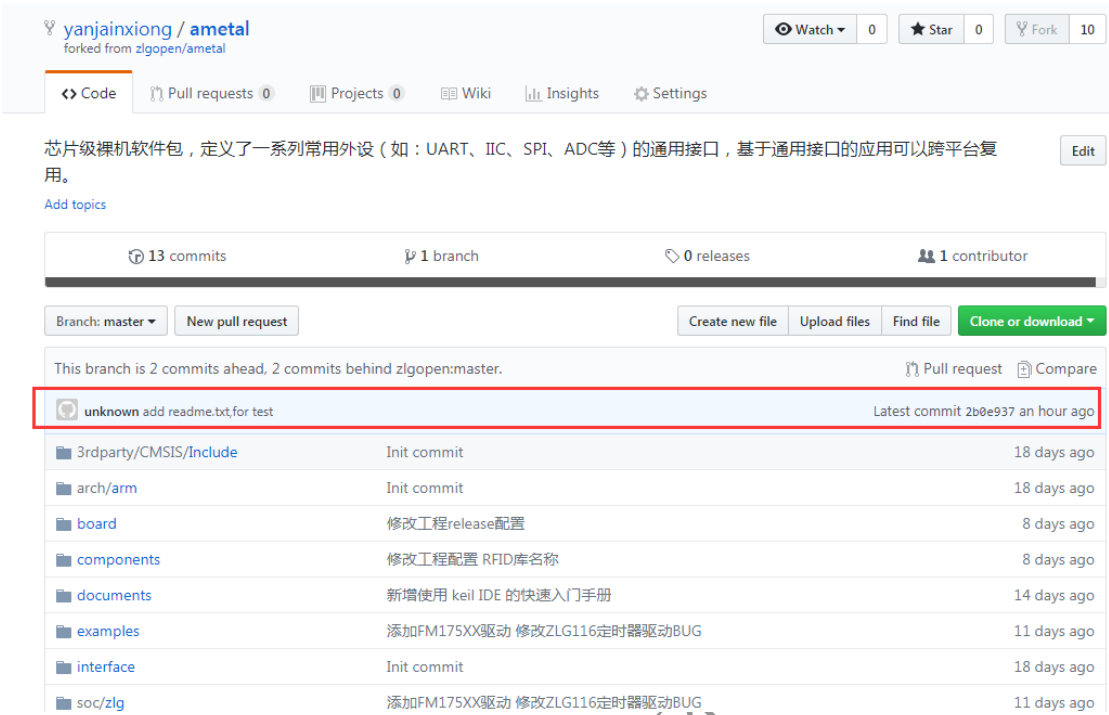

图 27 查看自己的修改内容
1. 登录到 github，查看自己的修改内容，如图 27 所示。（这里由于修改时公司电脑绑定邮箱无法收到外部邮件，故这里提示修改人为 unknown，如用自己电脑，可以看到修改人为自己的用户名）